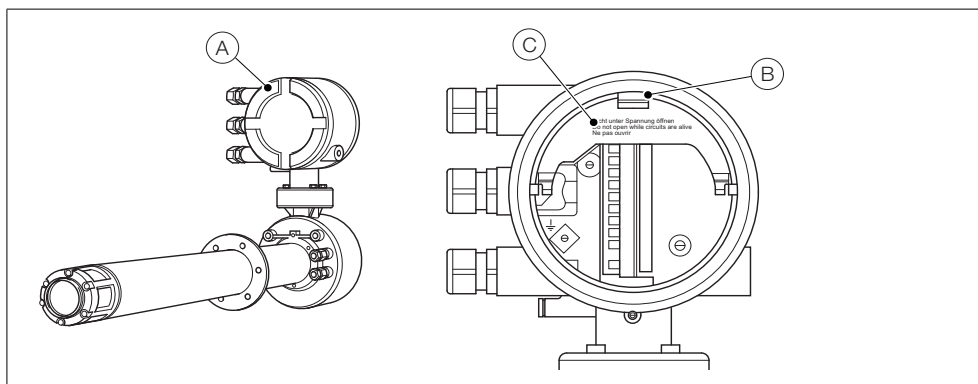

Abb. 4.11 Integrierter Messumformer – Zugang zu den Anschlüssen
Erläuterungen zu Abb. 4.11:
1. Führen Sie das eingehende Stromversorgungskabel durch die Kabelverschraubung (A).
2. Schließen Sie am Klemmenblock (B) den stromführenden Leiter (braun) und den Nullleiter (blau) an.
3. Schließen Sie den Erdungsleiter an die interne Erdungsklemme (C) an.
4. Schließen Sie die Abdeckung für die Stromversorgung (siehe Abb. 4.11).
5. Führen Sie die Signalkabel durch die Kabelverschraubungen (D) und schließen Sie diese bei Bedarf an die Relaisausgänge, den Analogausgang und die Optionsklemmen an.
6. Bringen Sie die hintere Abdeckung wieder an (siehe Abb. 4.11) und ziehen Sie diese handfest an.